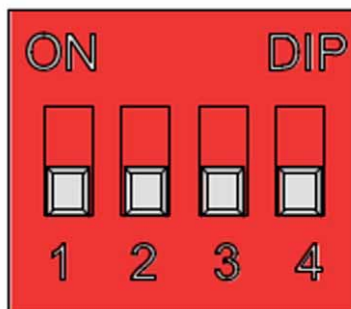

Рисунок 4 – S1.3 – OFF; S1.4 – OFF
- S1.3 – OFF; S1.4 – OFF – 0 с (рисунок 4)